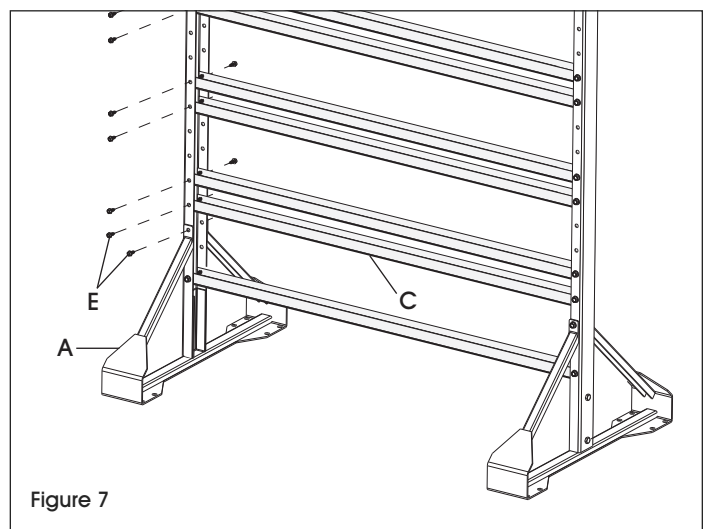

Figure 7
Fixez les traverses (C) aux quatrième et cinquième trous à partir du bas à l'aide de vis à tôle n° 14 (E). Sautez deux trous; fixez les autres traverses par paires jusqu'à ce que toutes les traverses aient été utilisées. La dernière traverse au sommet est installée seule. (Voir Figure 7)
**REMARQUE :** Fixez chaque socle (A) au troisième trou à partir du bas à l'aide de vis à tôle n° 14 (E). (Voir Figure 7)